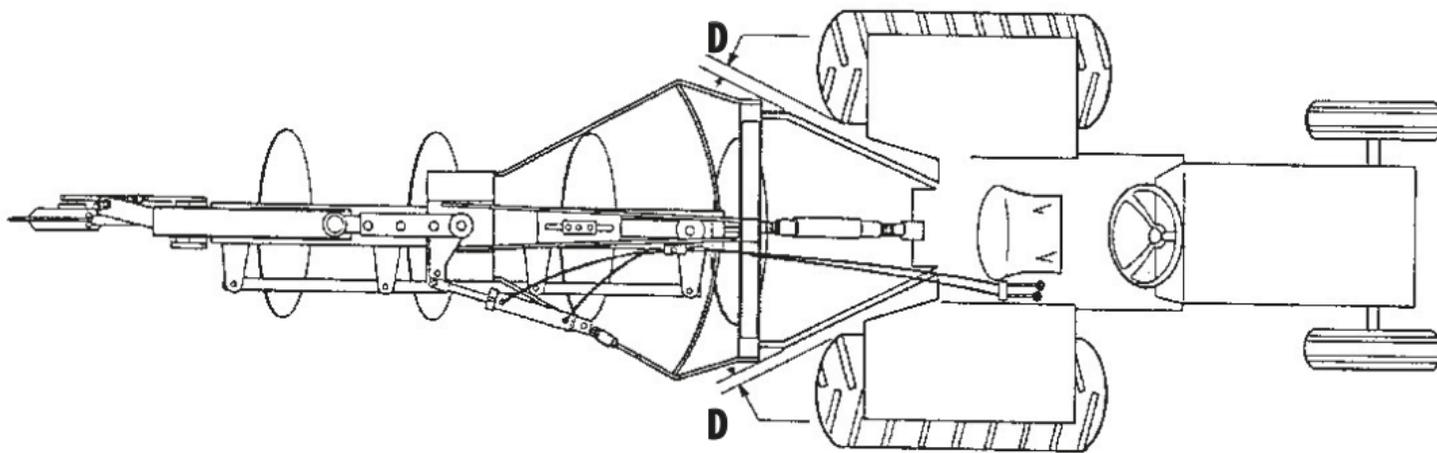

Figura 5
- 01 - Alinear el enganche superior del arado con el 3º punto del tractor; verificando si las distancias "D" de los brazos inferiores del hidráulico son iguales en relación a las llantas del tractor, conforme figura 5. Para alinear, hágalo a través de los estabilizadores. Los brazos inferiores deben estar nivelados un con el otro.